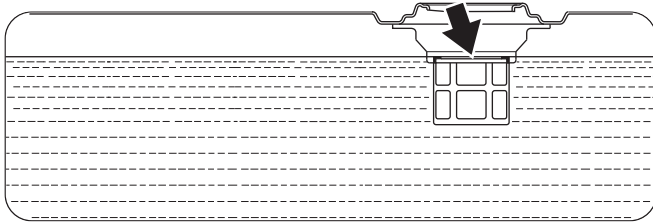

Figura 15 – Nivel máximo de carga de gasolina
6. Agregue gasolina lentamente dentro del depósito de combustible. Tenga mucho cuidado de no llenar el depósito en exceso. La gasolina NO debe ser superior al indicador de nivel de color rojo dentro de la boca de llenado (vea la Figura 15).